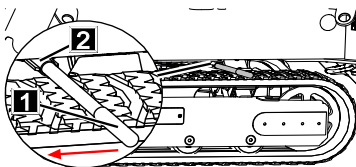

Fig. 84
5. Insérer le levier manuel (Fig.84/1) dans le verrouillage (Fig.84/2).
6. Desserrer le verrouillage en appuyant sur le levier manuel (Fig.84/1) dans le sens de la flèche.